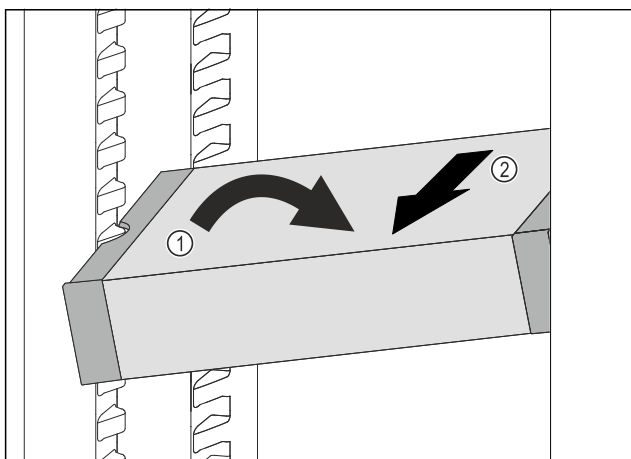

Fig. 152
- ▶ Coloque el VarioSafe en el compartimento del frigorífico en posición oblicua. Fig. 152 (1)
- ▶ Extraiga el VarioSafe hacia delante. Fig. 152 (2)